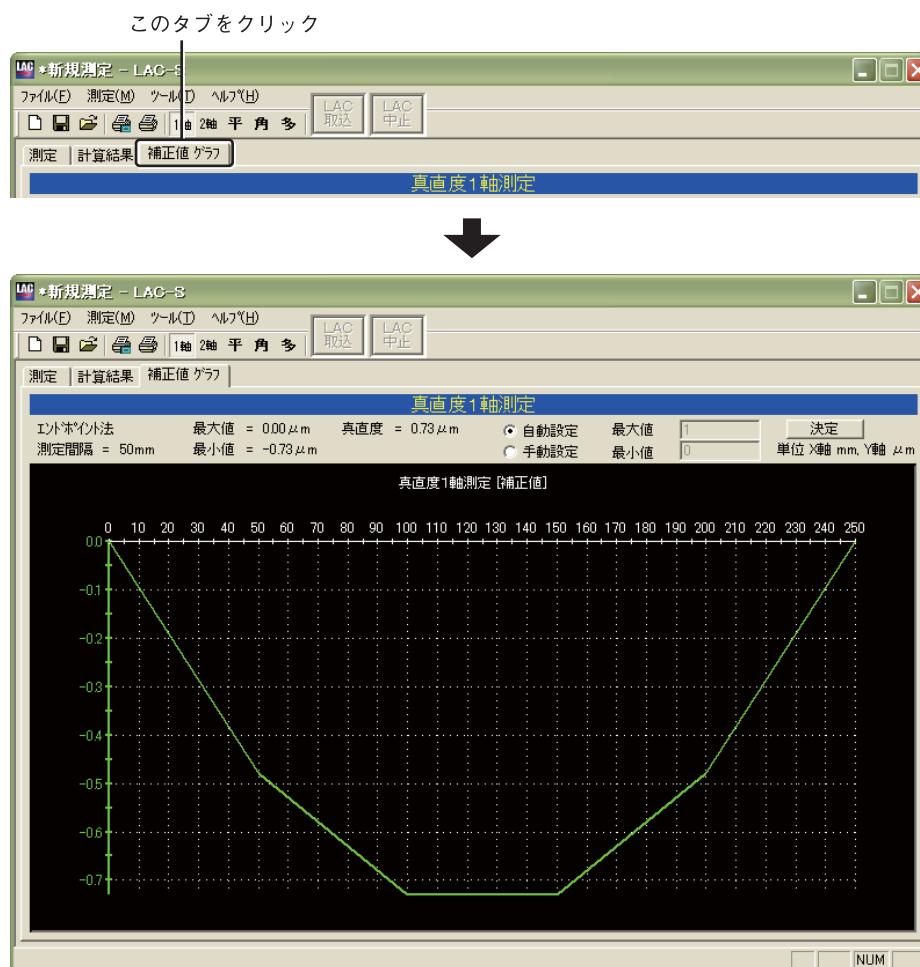

図5-3-12
5.3.2で行った計算結果を「補正值グラフ」で表示します。真直度1軸測定画面の「補正值グラフ」タブをクリックすると「測定値グラフ」が表示されます(図5-3-12)。